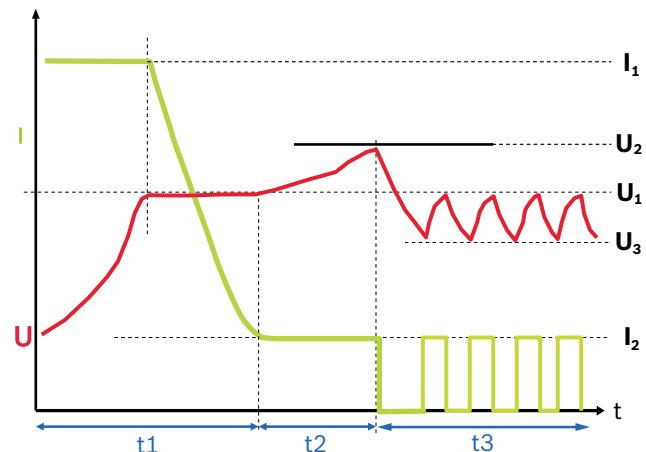

Fig. 4: Ladekaraktteristiklinje
- 1 Ladeafvikling (se lade karakteristik fig. 4)